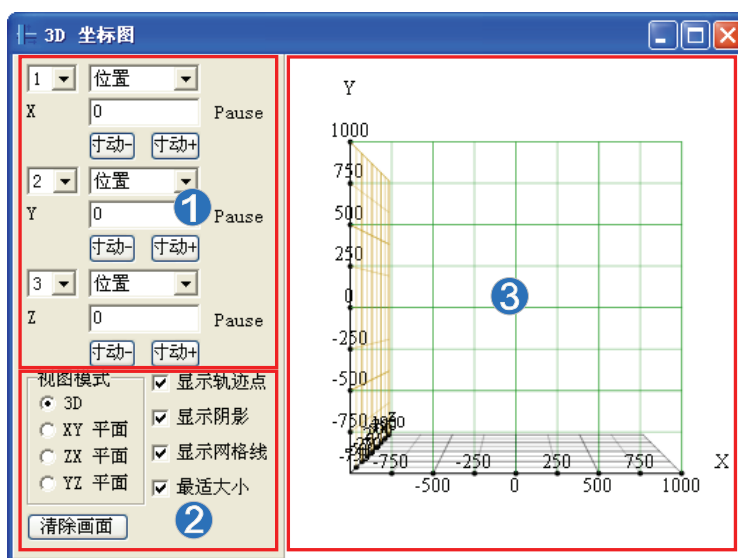

图 13-3 3D 坐标图
- (3) 如图 13-3，3D 坐标图的设定选项说明如下述。